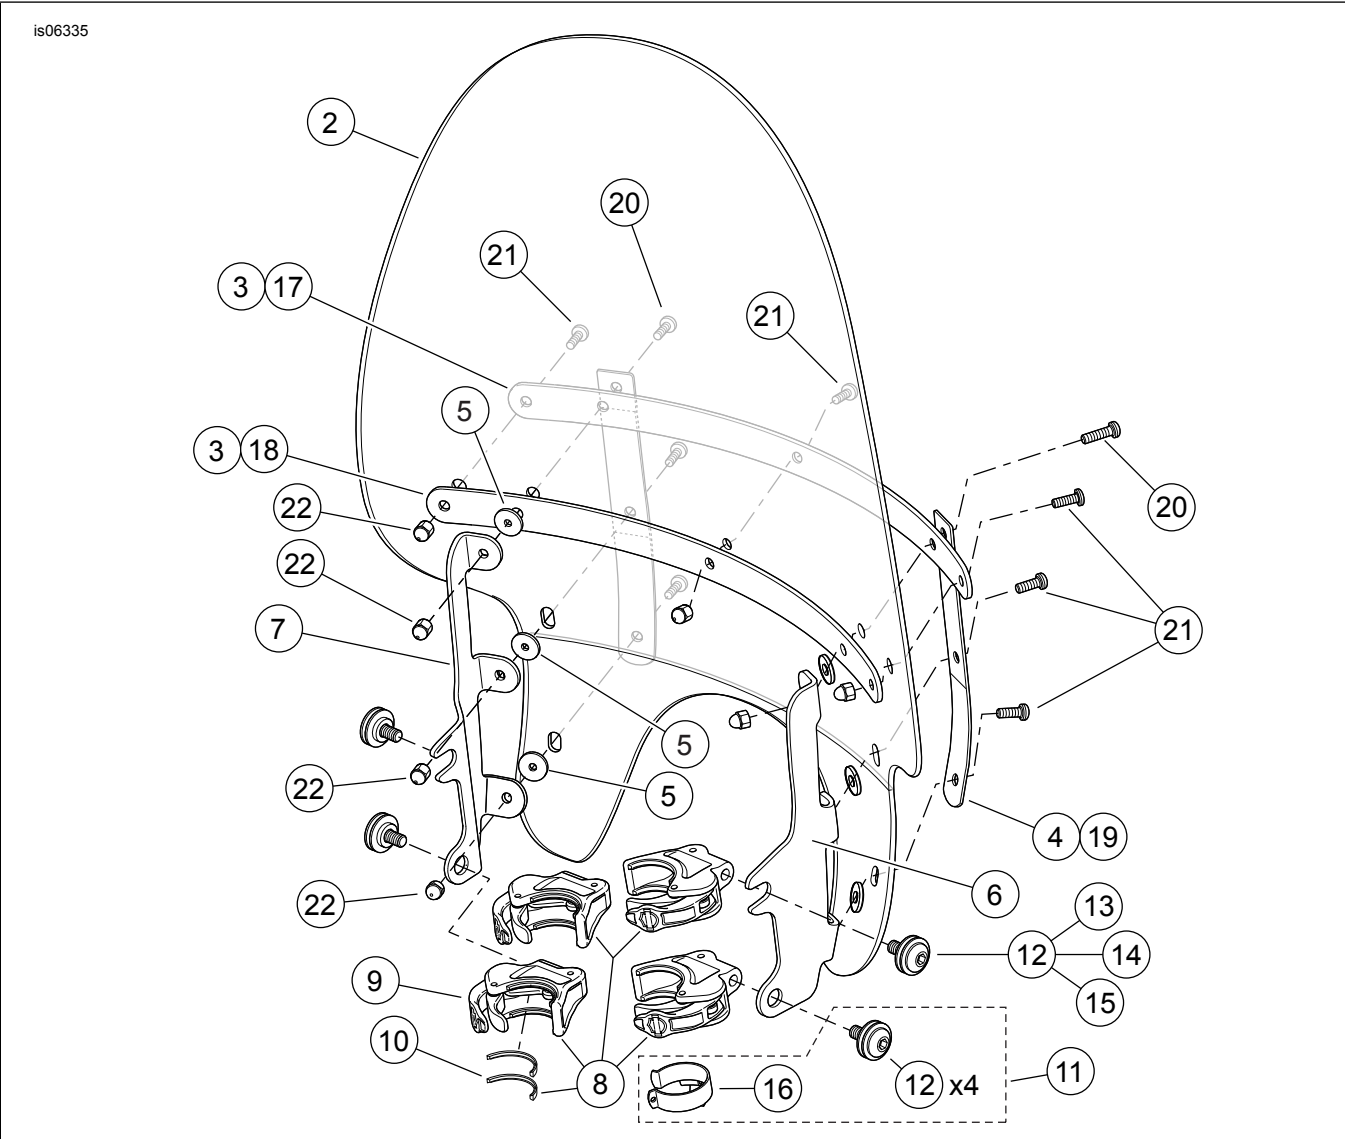

Figure 2. Pièces de rechange, pare-brise à déconnexion rapide XL1200X
Consultez Figure 2 et Tableau 2.
2. Consultez Figure 2. Retirer les ensembles de bride (8) et le kit de pièces (11) de l'emballage et séparer les pièces similaires en vue de l'assemblage.
3. **Tous les kits.** Centrer le pare-brise autour du phare avant et disposer les brides sur les tubes de fourche. Consultez Figure 2 . Enclencher l'attache de câble de manette des gaz (16) autour du tube de fourche de droite et acheminer les câbles de manette des gaz à travers l'ouverture du guide.